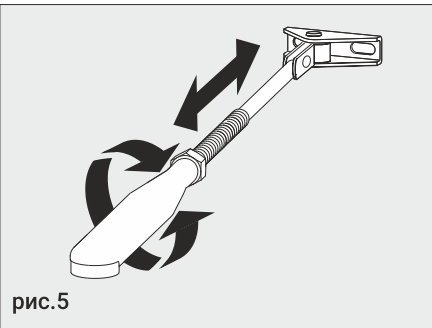
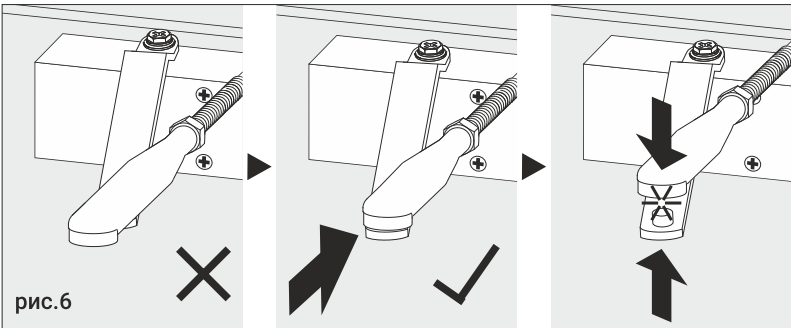

рис.5
рис.6
4. При необходимости, скорректируйте длину регулируемой части рычага как показано на рис. 5. Концы обоих рычагов должны совпасть, после чего прижмите обе части до щелчка (рис. 6). Убедитесь в надежности фиксации двух частей рычага и в том, что рычаг располагается под углом 90° к поверхности дверного полотна.
- ! Полное выкручивание винтов регулировки приводит к разгерметизации доводчика, вытеканию масла и потере работоспособности вследствие неправильной эксплуатации, рис.6.